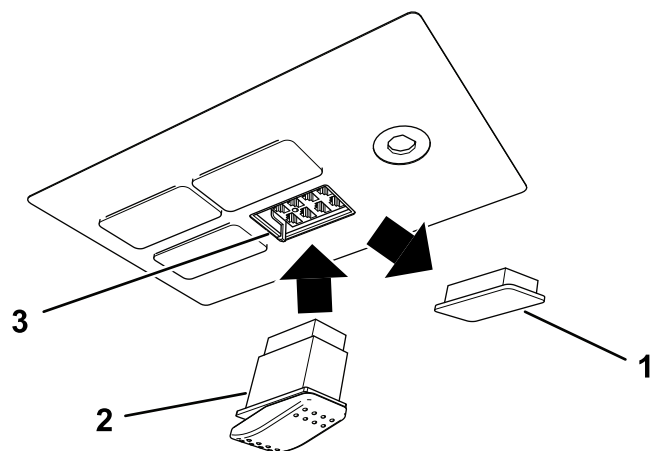

Figura 11
9. Retire y deseche el tapón del hueco delantero izquierdo del panel de interruptores (Figura 11).
10. Enchufe el conector eléctrico en el interruptor e instale el interruptor en el panel de interruptores (Figura 11).